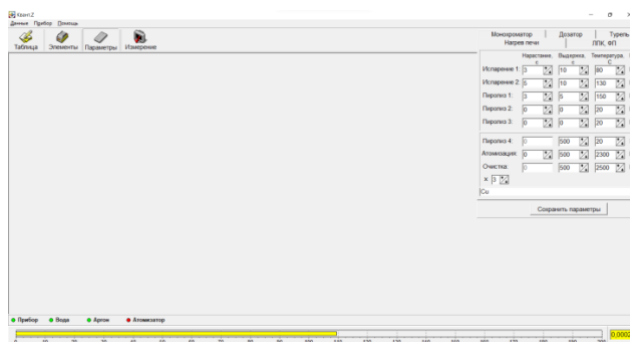

Рис. 21П – Главное окно программы после открытия магистрали инертного газа
3.4.11 После открытия магистрали инертного газа индикатор «Аргон» в главном окне программы (Рис. 20П) поменяет цвет с красного на зелёный (Рис. 21П), если вы не сделали это ранее.
- 3.5.8** **НЕ ЗАКРЫВАЙТЕ АТОМИЗАТОР, ЕСЛИ ШНУР СИГНАЛА ИСЧЕЗ ИЛИ ЗНАЧИТЕЛЬНО УМЕНИЛИСЯ!** Закройте атомизатор с помощью пульта на передней панели спектрометра (рис. 2). Вывинтите винт съёмника против часовой стрелки до упора и отсоедините съёмник от сборки. Нажмите большим пальцем на сборку, чтобы убедиться, что она доведена до упора. Если сборка вставлена правильно, то сигнал интенсивности в главном окне программы (рис. 21П) не изменится.